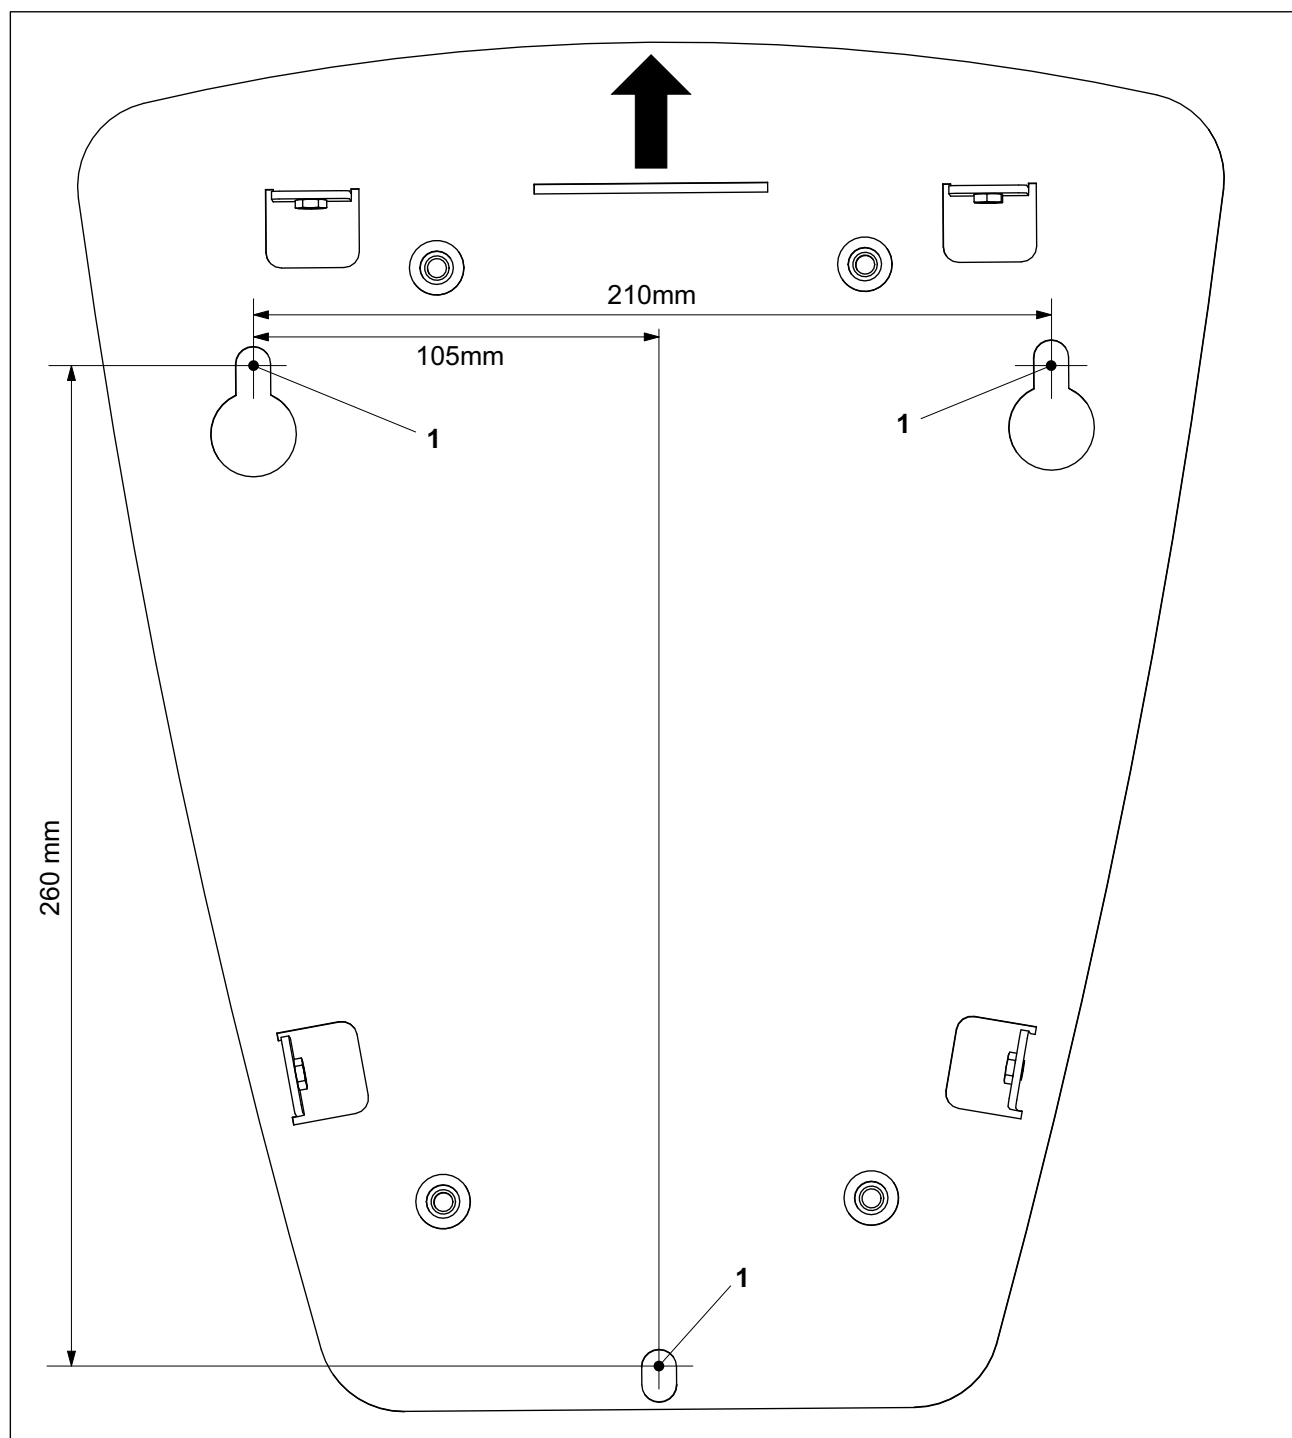

Fig. 1 Schéma de perçage pour la Wallbox Home Eco
1. Marquer l'emplacement des trous de fixation (fig. 1/1) conformément au schéma de perçage.